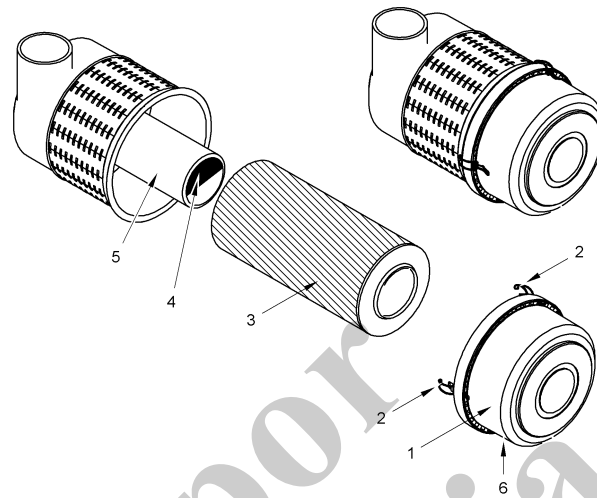

Fig. 12 Filtro de aire de estructura
| 1 | Abra las pinzas de bloqueo (2, Fig. 12) de la cubierta del filtro de aire (1) y retire la cubierta. |